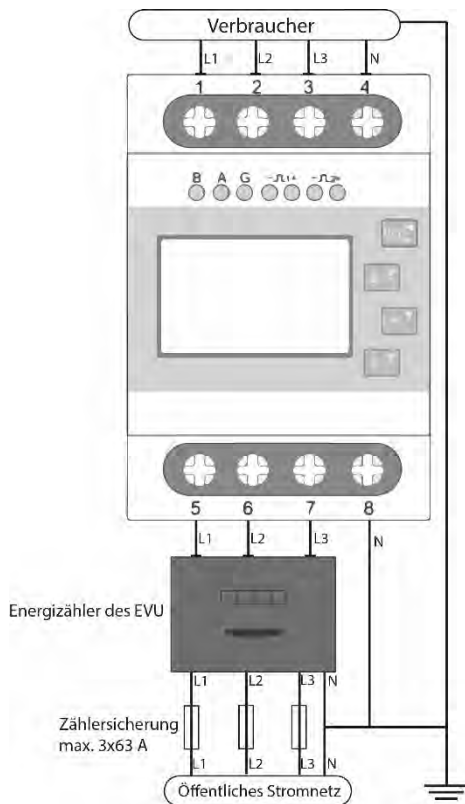

Abb. 6: Anschluss der Leistungsmesser SDM630
1. Montieren Sie die Leistungsmesser auf Lieferanten- und Abnehmerseite im Zählerschrank so, dass die **Klemmen 5-8 in Richtung des öffentlichen Netzes** und die **Klemmen 1-4 in Richtung Kundenanlage** zeigen (Abbildung 5 und Abbildung 6). Im Bedarfsfall finden Sie die Anleitung des SDM630 unter folgendem Link (<https://pionierkraft.de/sdm630-modbus/>)